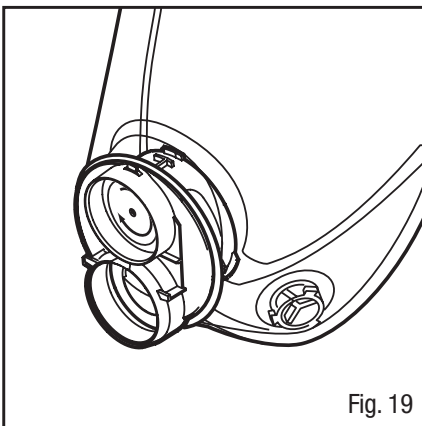

Fig. 19
4. Placer la soupape 6889 neuve dans l'orifice d'exhalation et appuyer sur la tige de la soupape pour l'insérer dans l'orifice central. S'assurer que la soupape est entièrement engagée dans le siège et qu'elle tourne librement sur son support (Fig. 19).